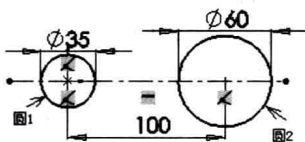

图 1-5 标注尺寸
Step6 标注尺寸。单击“尺寸/几何关系”工具栏中的“智能尺寸”按钮，标注两个圆心间的距离为 100mm，两个圆的直径分别为 35mm 和 60mm，如图 1-5 所示。